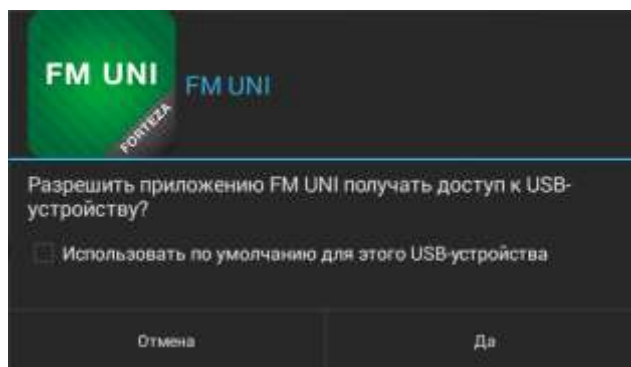

Рисунок 2.23
2.3.7.4.6 Нажать кнопку «Подключиться», после чего всплывет разрешение на доступ к USB устройству (рисунок 2.23).